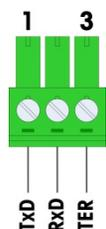

Figura 3-17: Posição da Etiqueta da Ethernet
- Se instalar a opção Ethernet, uma etiqueta de identificação da Ethernet é fornecida no kit. Esta etiqueta pode ser colada no gabinete próximo ao conector Ethernet, como mostrado na Figura 3-17.
- Se instalar a opção Ethernet/IP, uma etiqueta EtherNet/IP CLP será fornecida para conveniência no kit. Esta etiqueta pode ser colada no gabinete ACM500 próximo ao conector EtherNet/IP, como mostrado na Figura 3-17.